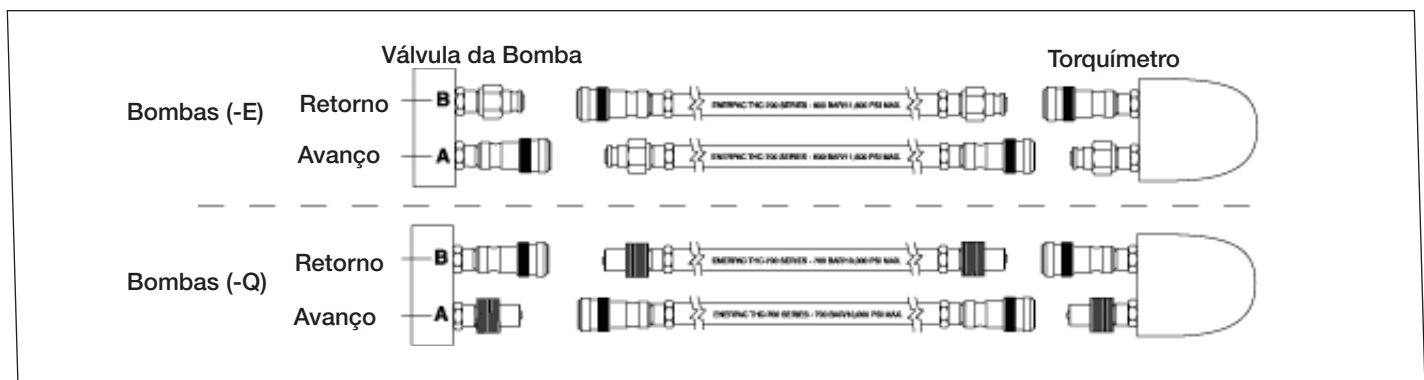

Figura 5
Conecte as mangueiras conforme demonstrado na Figura 5.
- Bomba tipo (-E) para Torquímetros Enerpac SQD e HXD. Use as mangueiras com a marca "ENERPAC Série THC-700 - 800 Bar/11.600 psi max." Os engates destas mangueiras são "polarizados" de fábrica para garantir a correta operação de torque. (Ver figura 5.)
- Bomba tipo (-Q) para Torquímetros Enerpac S e W e outras marcas.. Use as mangueiras com a marca "Enerpac Série THQ-700-700 bar/10.000 psi max.". Os engates devem ser polarizados, conforme figura 5 para correta operação de torque. Certifique-se de que os engates estão totalmente acoplados e apertados antes do acionamento. Um acoplamento parcial dos engates não vai permitir a correta operação de torque.